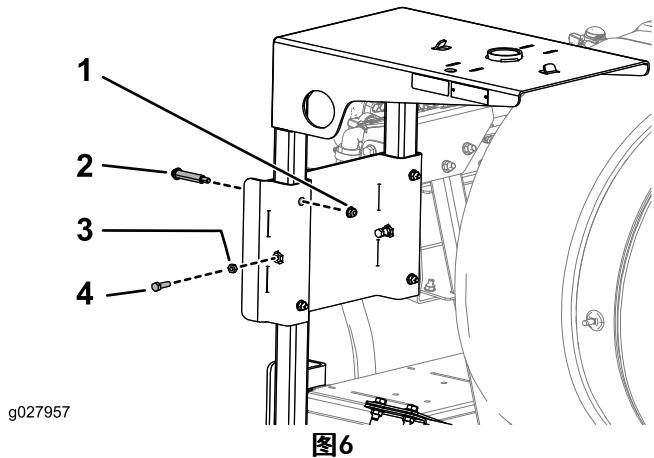

图6
5. 将软管卷架插到卷架支撑托架的插槽中, 并使用 4 个轴肩螺栓、4 个凸缘螺母 (5/16~18 英寸)、2 个螺栓 (5/16~18 x 1 英寸, GR5) 和 2 个锁紧螺母 (5/16~18 英寸) 固定好卷架, 如图6 中所示。